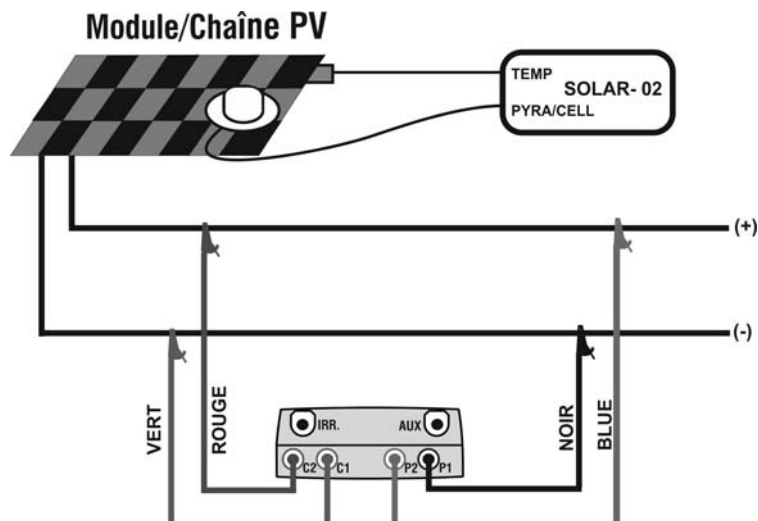

Fig. 11 : Connexion de l'instrument au module/chaîne PV
22. Connecter l'instrument au module/chaîne sous test comme il est montré dans la Fig. 11 ci-dessous. Relier notamment le pôle négatif de sortie du module/chaîne aux bornes P1, C1 et le pôle positif de sortie du module/chaîne aux bornes P2, C2. En mode d'activation «Auto» est recommandé l'aide de l'accessoire optionnel KITKELVIN